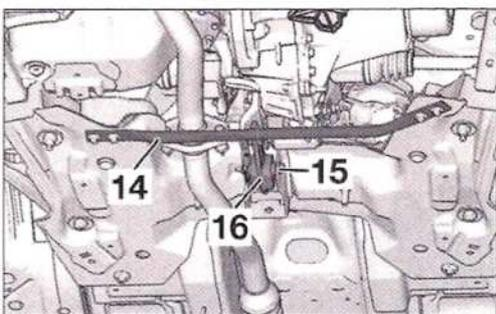

FIG. 7
- La barra antiacercamiento (14) (Fig.7).